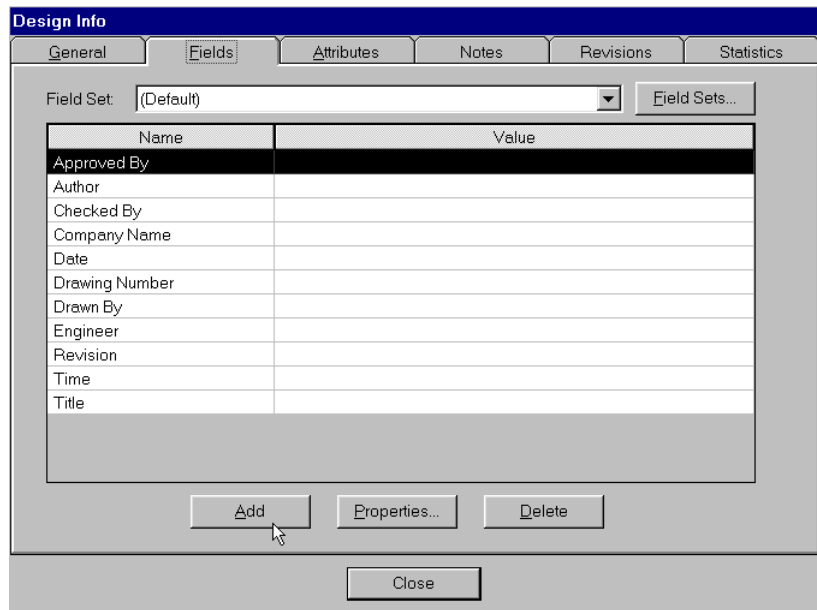

Рис. 4-11. Список полей проекта
2) На появившейся панели **Design Info** (см. рис. 4-11) выберите закладку *Field* (поле) и нажмите кнопку **Add** (добавить).